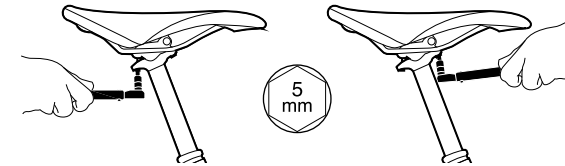

Abb. 9. Schrittweises Anziehen/Lösen der Klemmschrauben
1. Lösen Sie mit einem 5-mm-Inbusschlüssel die zwei Schrauben, mit der der Sattel an der Sattelstütze befestigt ist, bis der Sattel einfach bewegt werden kann, siehe Abb. 9.